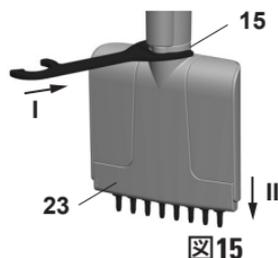

図15
- リング15およびイジェクタ23(図15)間にサービスツールヘッド#1を入れます。